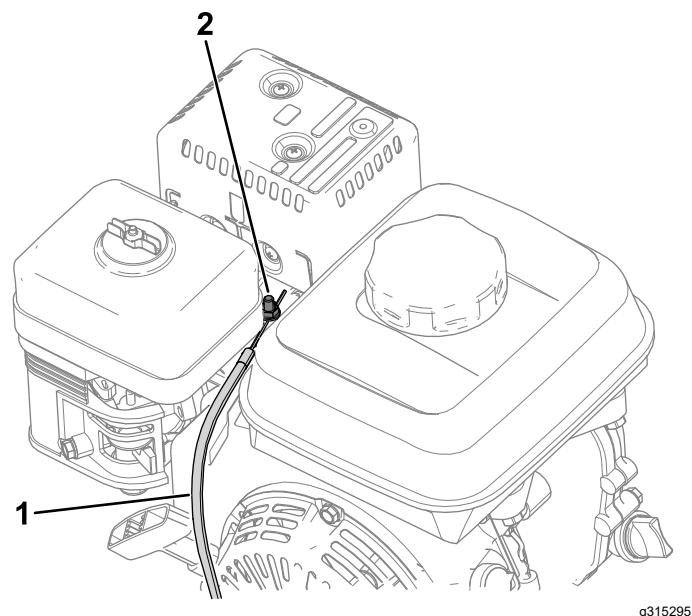

Figura 35
- Afloje el tornillo de la abrazadera del conducto del cable (Figura 35).